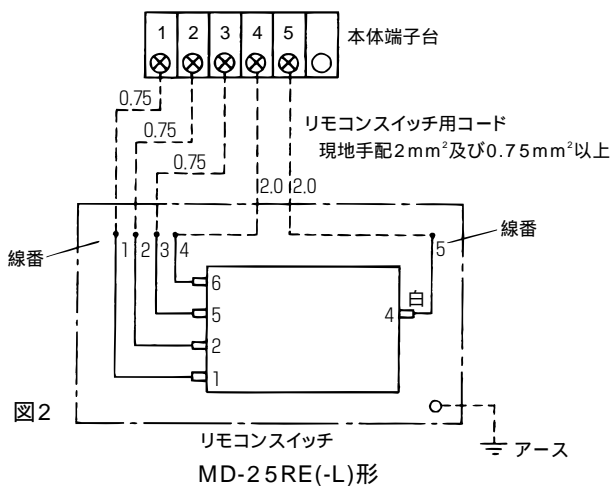
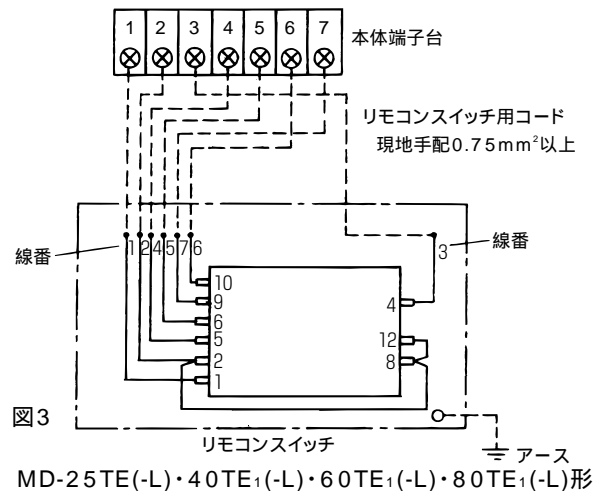

図2
図3
(2) 配線工事要領
- リモコンスイッチ用コードは0.75mm²および2.0mm²コードをご使用ください。（図2、図3参照）
(1) 製品の右側面のカバーを取外してください。
(2) 本体のスイッチリード線を端子盤から取外してください。
- (3) 延長ダクトは安定性がありませんので、針金等で天井から固定してください。(図3)